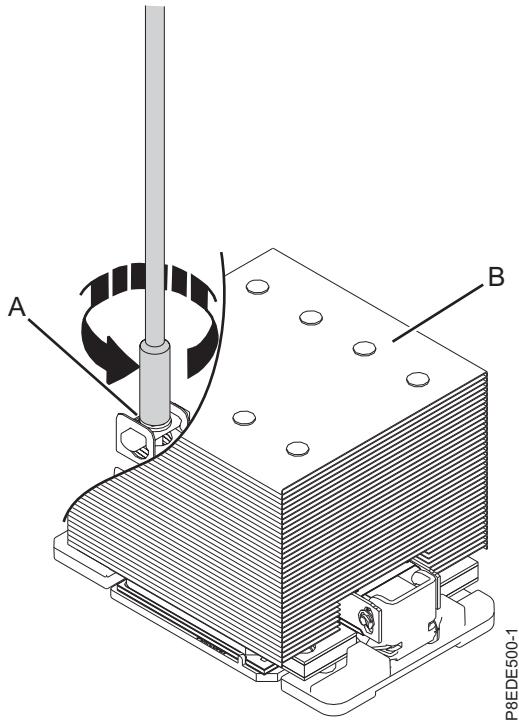

Figura 4. Extracción del disipador térmico
- a. Afloje el tornillo de actuación del disipador térmico girando la llave proporcionada de 5,5 mm (número de pieza 43W3032) en el sentido opuesto a las agujas del reloj (**A**) hasta que el tornillo se afloje y se mueva libremente como se muestra en la Figura 4 en la página 6.